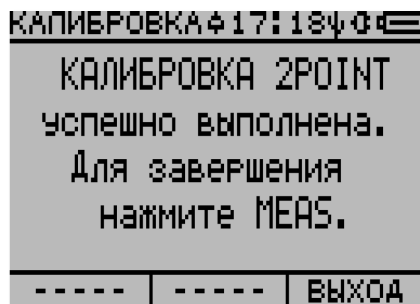

Рисунок 2.87
14) Если процедура калибровки будет выполнена успешно, то на экране дисплея появится следующее сообщение: «КАЛИБРОВКА 1POINT успешно выполнена. Для завершения нажмите MEAS.» (рисунок 2.87).